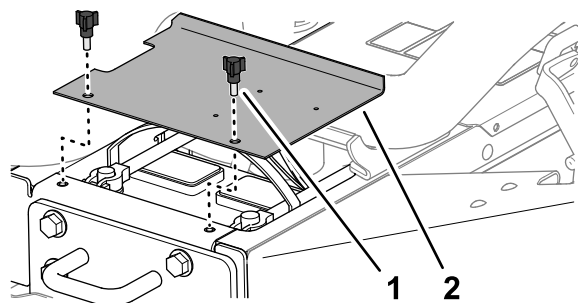

Figure 51
Retirez les 2 boutons qui fixent le couvercle de la batterie sur la machine et déposez le couvercle (Figure 51).
1. Ouvrez les loquets sur les côtés gauche et droit du capot (Figure 51).